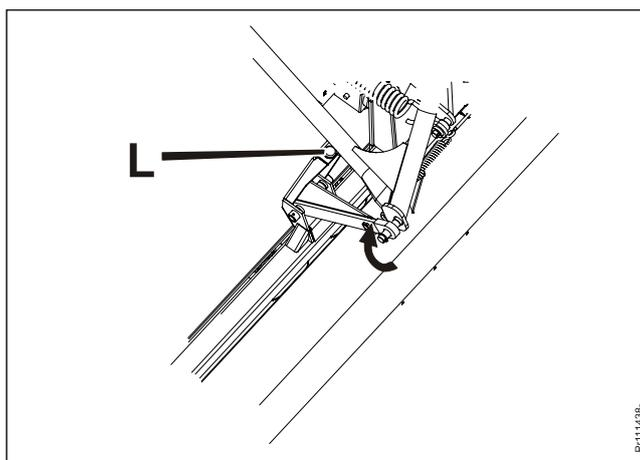

Fig. 3-3
**Fig. 3-3** Die Schneideinheit der Maschine kann sich etwa 315 mm senkrecht im Verhältnis zum Toprahmen bewegen. Es ist der Hydraulikzylinder, der die Bewegung nach unten begrenzt, während ein mechanischer Plaststopp **L** die Bewegung nach oben begrenzt.